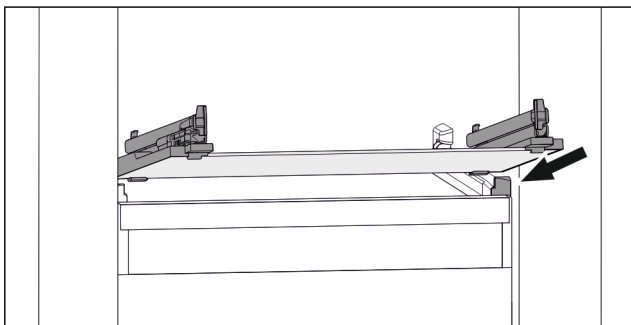

Fig. 75 Exemple de représentation de la tablette en verre
- Placer la tablette en verre, en l'inclinant, derrière les butées. (voir Fig. 75)